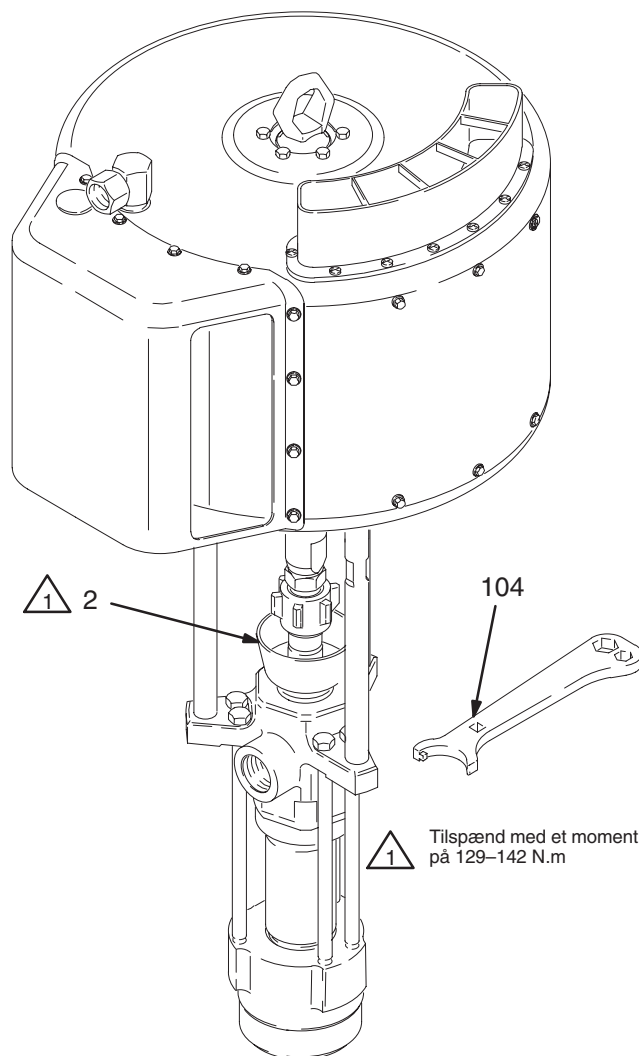

Fig. 3
Før start fyldes pakmøtrikken (2) 1/3 fuld med Graco Throat Seal Liquid (TSL) eller et tilsvarende opløsningsmiddel. Se Fig. 3.